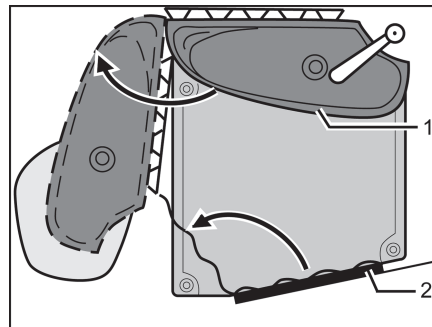

Fig. 240 Toilettes Vario
- Tourner le lavabo avec la paroi arrière (Fig. 240,1) dans le sens de la flèche.
- Pénétrer le cabinet de toilette et fermer et verrouiller la porte des toilettes (Fig. 240,2) de l'intérieur.